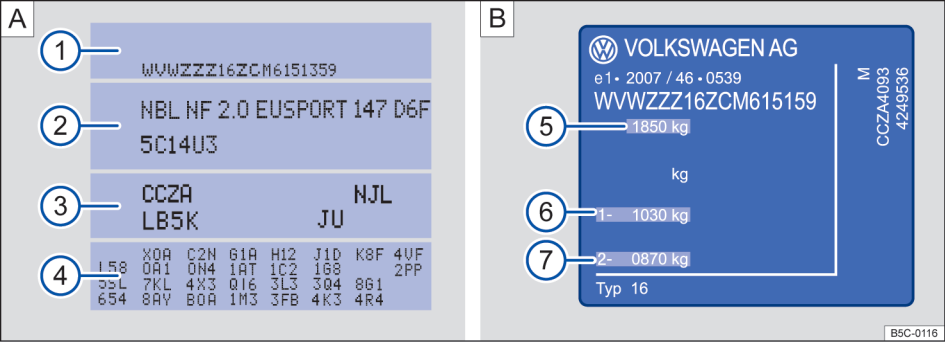

Fig. 199 A) Etiqueta de dados do veículo: na figura, por exemplo, com códigos do motor CCZA 3. B) Plaqueta de identificação.
A etiqueta de dados do veículo → Fig. 199 A) está colada no lado interno da capa do manual de instruções e no compartimento de bagagem, na área do alojamento da roda de reserva. Ela contém os seguintes dados:
- 3 Códigos do motor e da transmissão, código da cor, acabamento interno. No exemplo, os códigos do motor são "CPTA" → Fig. 199.
A plaqueta de identificação → Fig. 199 B) se encontra na parte inferior da coluna da porta do condutor. É vista ao abrir esta porta. Os veículos destinados a determinados países não trazem a plaqueta de identificação.